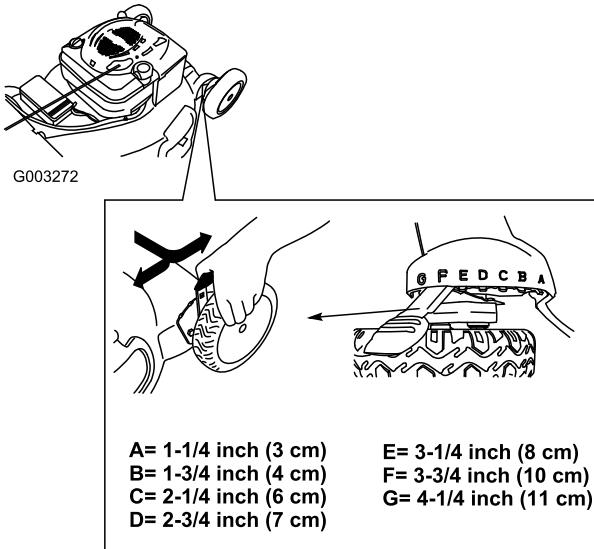

Figura 15
**Nota:** Para elevar el cortacésped, mueva las 4 palancas de altura de corte hacia adelante; para bajar el cortacésped, muévalas todas hacia atrás (Figura 15).